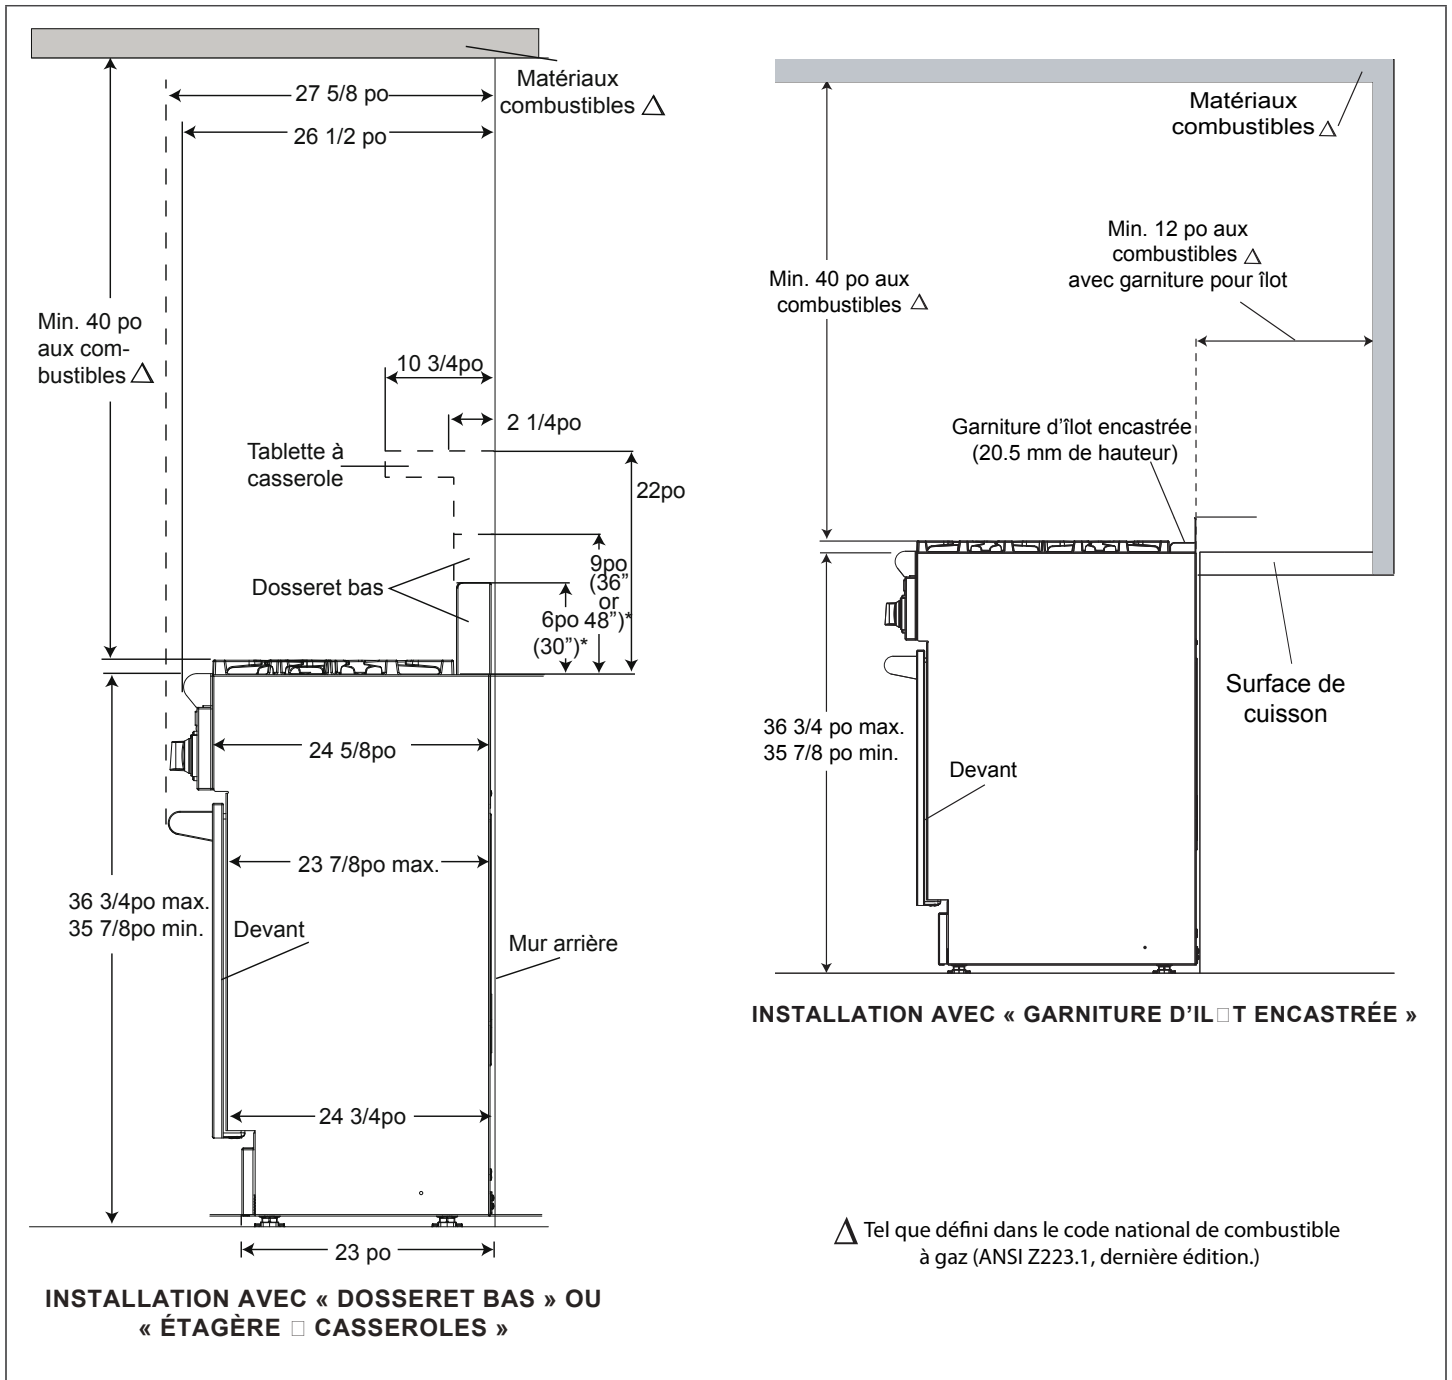

Figure 2 : Vue latérale
2. Les cuisinières peuvent être encastrées entre les armoires au-delà de l'avant du four (Voir Figure 2). Figure 2
5. Si la distance entre un matériau combustible Δ et le bord arrière de la cuisinière au-dessus de la table de cuisson est de moins de 30,5 cm (12 po), il est obligatoire d'installer un dossier bas ou une tablette à casserole Thermador (voir Figure 2). Avec un dégagement au matériau combustible Δ de 12 po et plus, la garniture d'îlot encastrée Thermador peut être utilisée. Les Figure 2 indiquent l'espace libre nécessaire pour chaque type de plaque de protection.
- Le poids d'expédition approximatif de la cuisinière est indiqué au tableau A. La trousse de documentation contenant les manuels, les grilles de cuisson, la plaque de cuisson, les chapeaux des brûleurs, la plaque d'habillage et les grilles du four doivent être retirés pour faciliter la manutention. Il est aussi recommandé de retirer la (les) porte(s) (Voir « Chapitre 8 : Retrait et installation de la porte » à la page 16.). Le poids de l'appareil s'en trouvera diminué, comme indiqué au Tableau A . Voir Figure 2 à la page 6. **N'ôtez pas la plaque de cuisson et le plateau.**